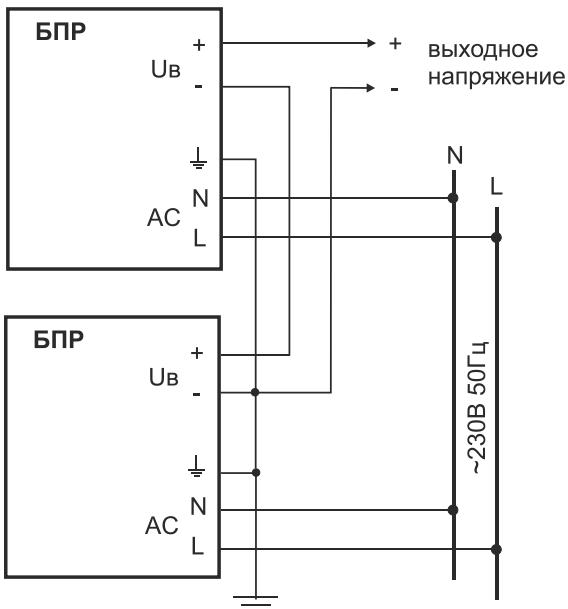

Рис.5 Последовательное включение БПР для увеличения выходного напряжения
– БПР можно включить последовательно (рис.5), при этом выходное напряжение суммируется, а максимальный выходной ток не меняется. При объединении БПР с разными выходными параметрами максимальный выходной ток будет равен наименьшему значению выходного тока применяемых БПР.